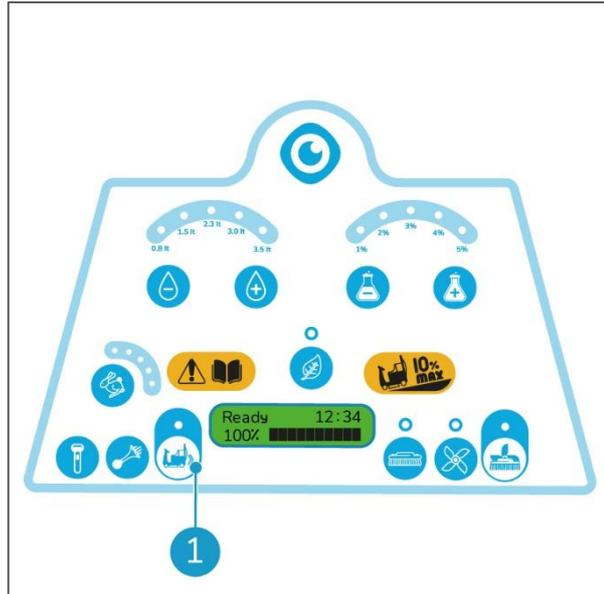

Figure 24
2. Appuyez sur le bouton poussoir (Figure 24, pos. 1) pour sélectionner la marche arrière.